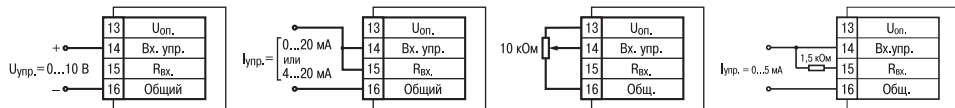

Рис. 8
3.3. Для управления прибором может быть применен унифицированный токовый сигнал 0(4)...20 мА, 0...5 мА, унифицированное напряжение 0...10 В или ручная регулировка при помощи внешнего переменного резистора (рис. 8).